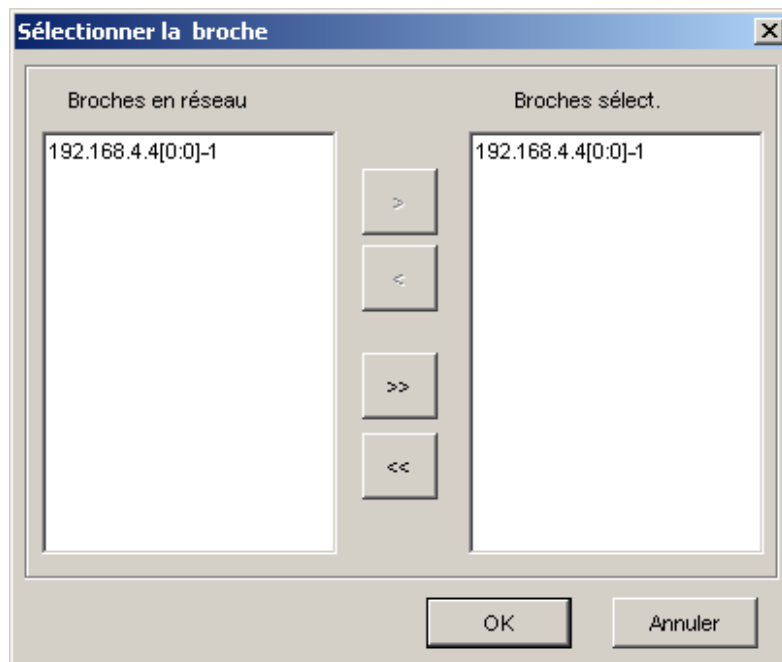

Figure 46 – Sélectionner la boîte de dialogue de broche
1. Cliquez sur le bouton **Filtre** de l'écran **Exécuter vue totale** pour afficher l'écran **Sélectionner la boîte de dialogue de broche** illustré à la Figure 46.